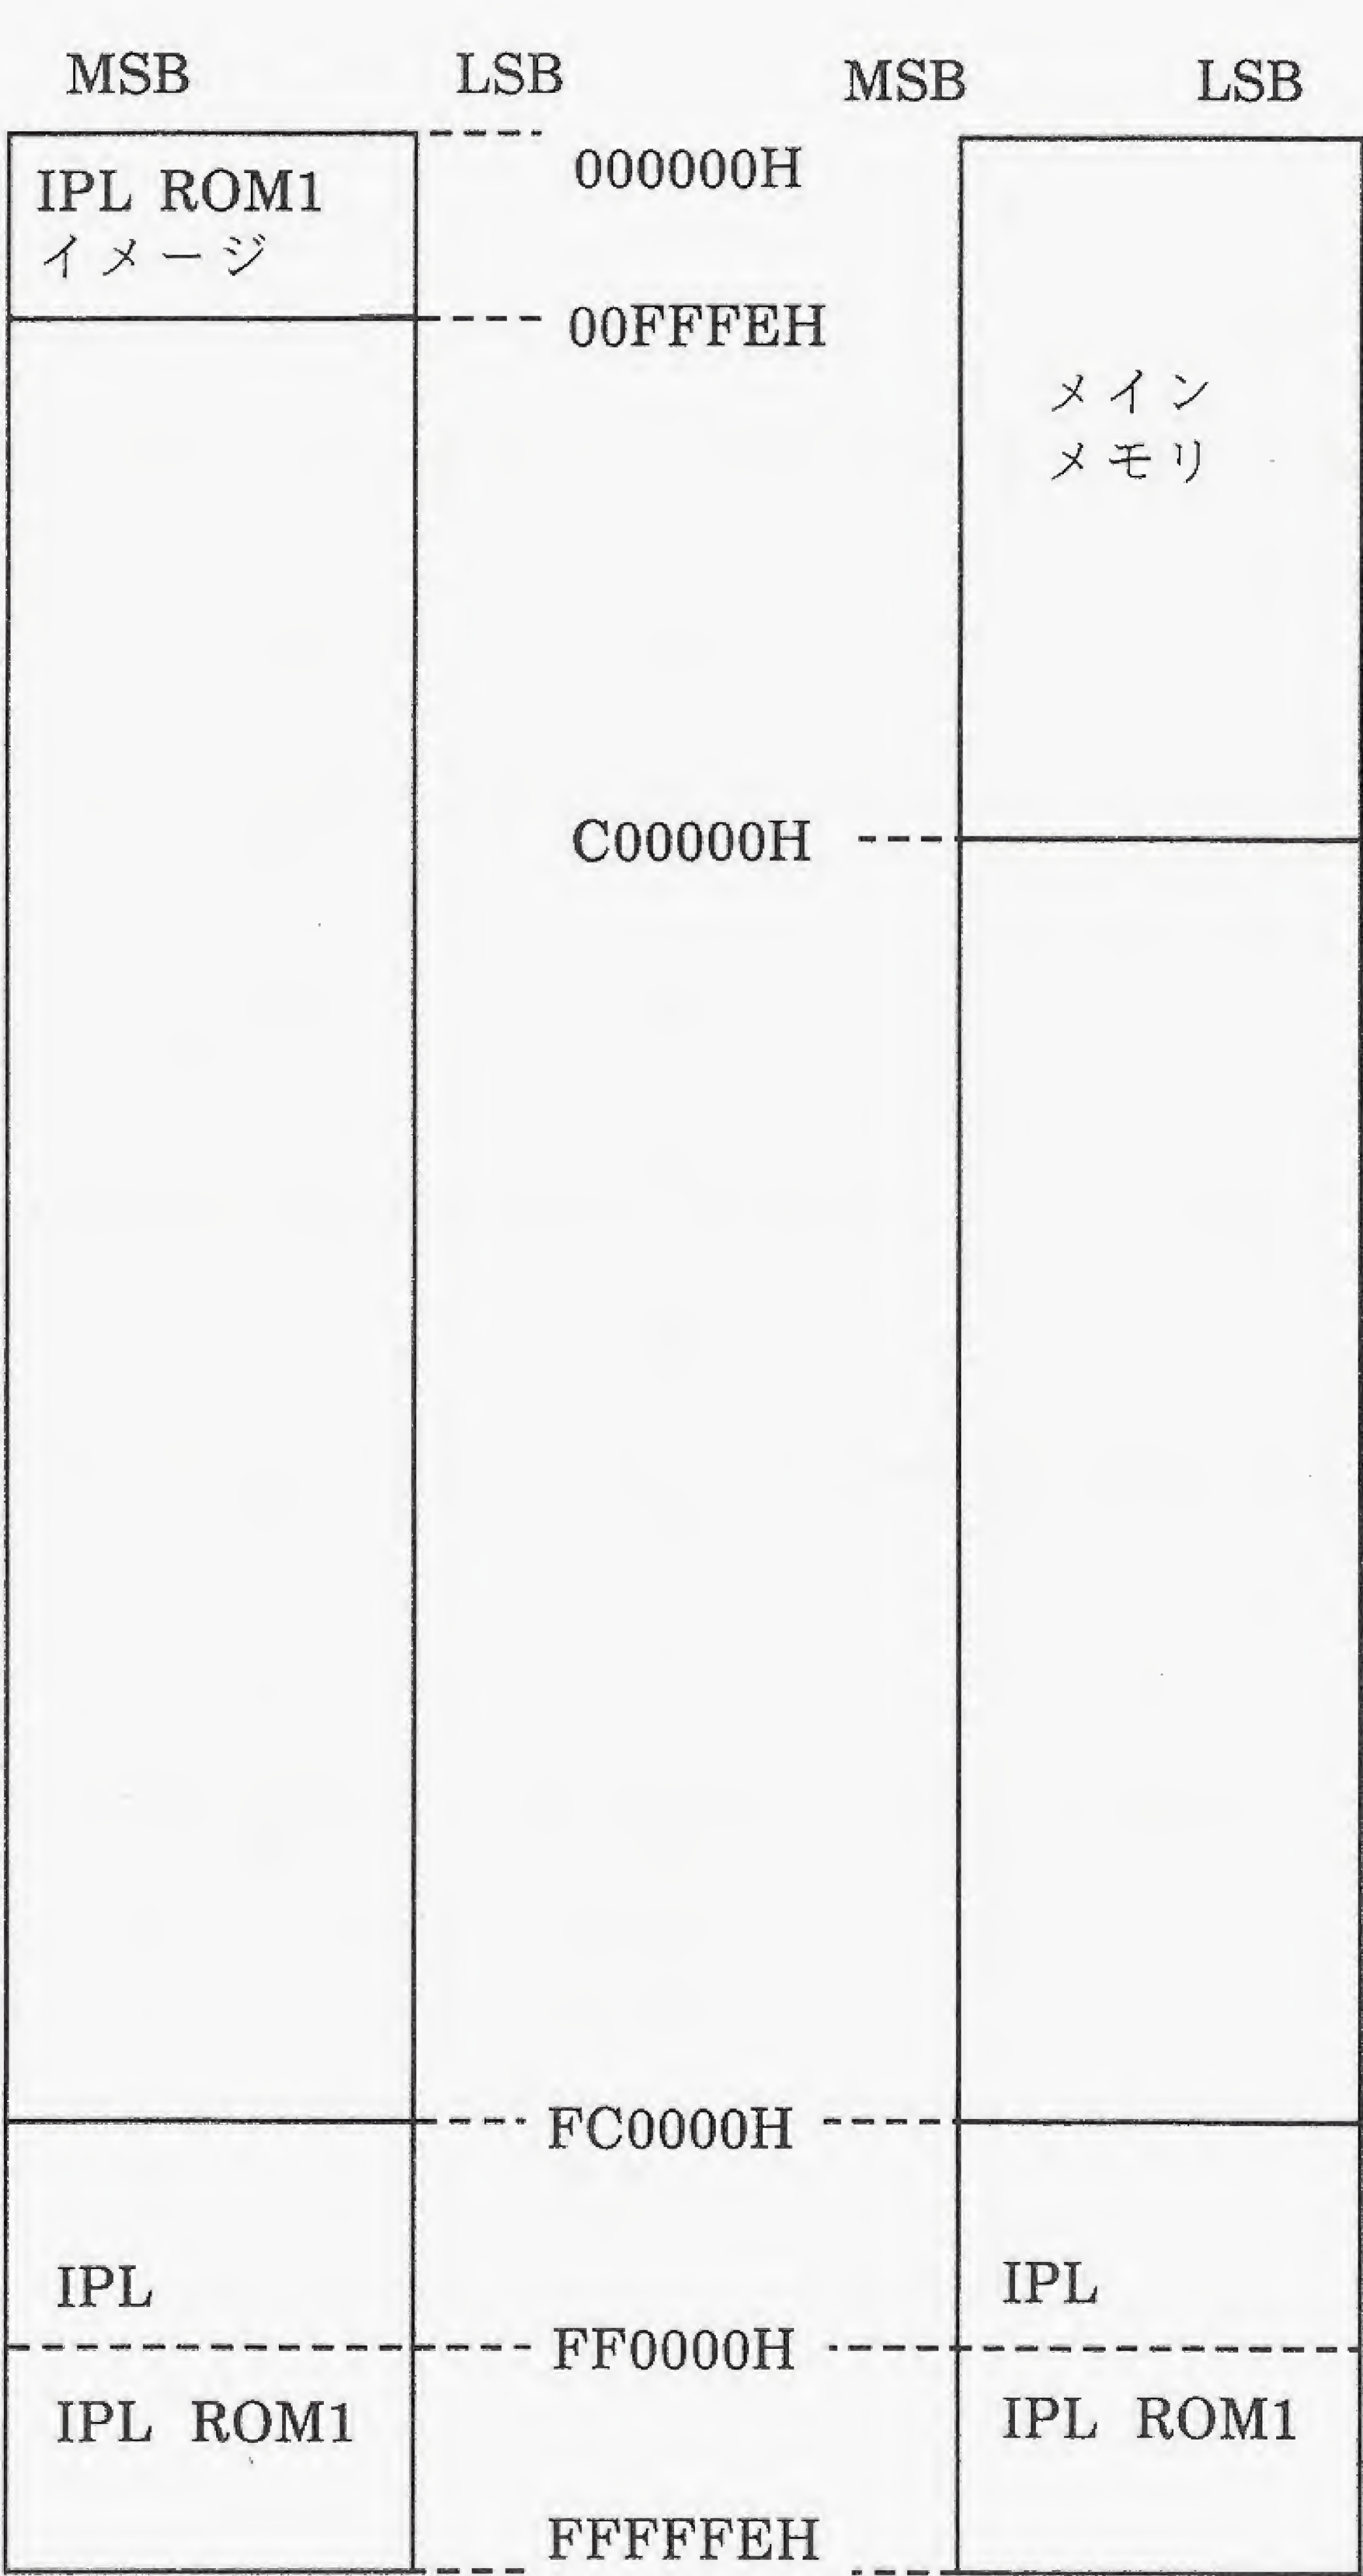

図3-1
- ROMイメージはパワーオン時、またはマニュアルリセット時のみ、メモリマップの先頭(図3-1)に現れます。(68000 MPUのリセット命令実行時にはROMイメージは現れません。)